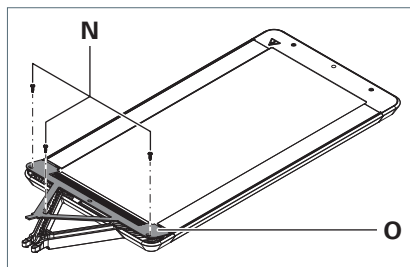

Fig. 5: Testa dell'apparecchio - Rimuovere la copertura
1. Svitare le viti **N** dalla copertura **O**, vedere Fig. 5.